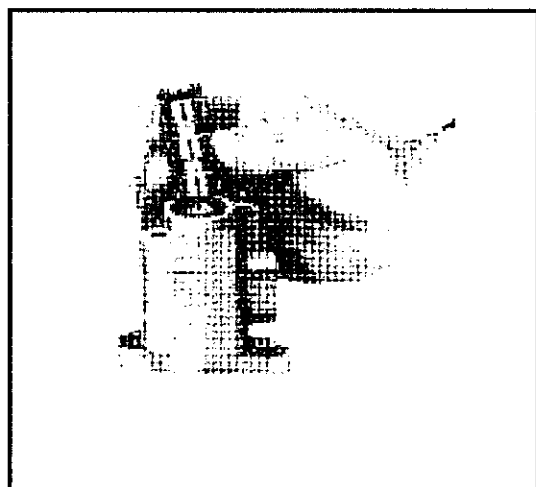

Abb. 7-25 Entfernen des Steuerkolbens vom Gehäuse
- Den Steuerkolben vom Gehäuse entfernen. Siehe Abb. 7-25.